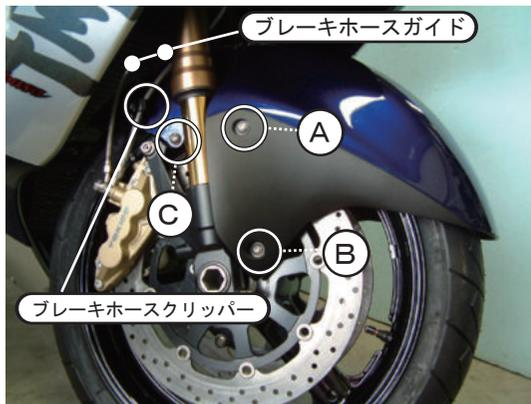

図1
1. 図1のブレーキホースガイド（2ヶ所）をあらかじめフロントフェンダーから引き抜いておきます。
3. A、B、Cのボルト（左右共）を取り外します。このボルトは再利用しますので、紛失しないよう注意して下さい。（図1参照）